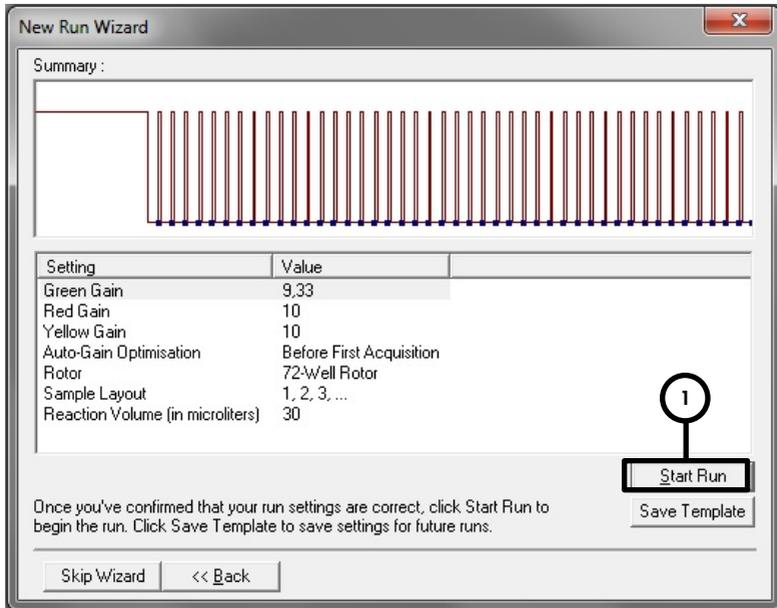

Abbildung 8: Starten des Laufs
Starten des Laufs	Abbildung 8
11. Die bei der Kalibrierung der Kanäle ermittelten Verstärkungswerte werden automatisch gespeichert und im letzten Menüfenster des Programmierverfahrens aufgeführt (Abb. 8). Klicken Sie auf **Start Run** (Lauf starten).